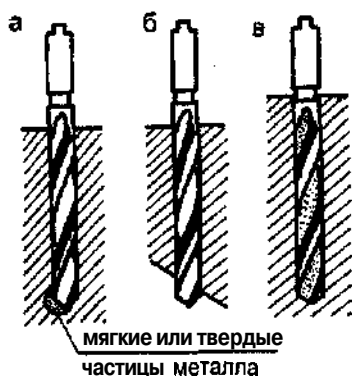

Рис. 73. Причины поломки сверл
1) если металл некачественный, то сверло, встречая на своем пути раковину или твердые местные включения, сильно отклоняется в сторону и ломается (рис. 73, а);
2) если нижняя часть обрабатываемой детали ограничена наклонной плоскостью или частью другой фасонной поверхности, то сверло выходит из детали неравномерно, застревает в отверстии и ломается (рис. 73, б);
ла, то канавки забиваются стружкой; это вызывает сильный нагрев сверла, оно притупляется и ломается (рис. 73, в);